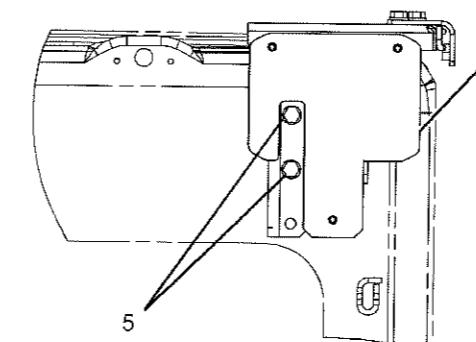

Ilustración 266
- b. Vuelva a instalar el soporte (4) con los pernos (5) que se encuentran en los dos agujeros superiores del soporte. Consulte la ilustración 266.